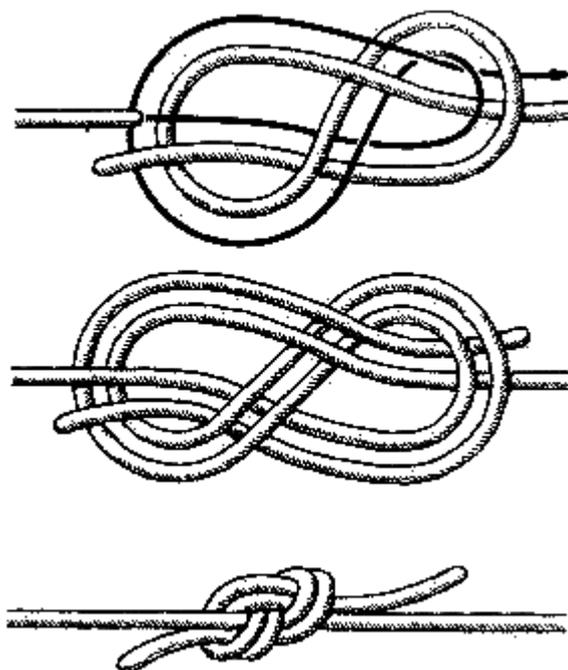

Рис. 21. Фламандский узел
**Фламандский узел** (рис. 21). Это один из древнейших морских узлов, который применяли на кораблях для соединения двух тросов как тонких, так и толстых. Фактически это та же восьмерка, завязанная двумя концами. Существует два способа вязки этого узла. Первый показан на схеме.